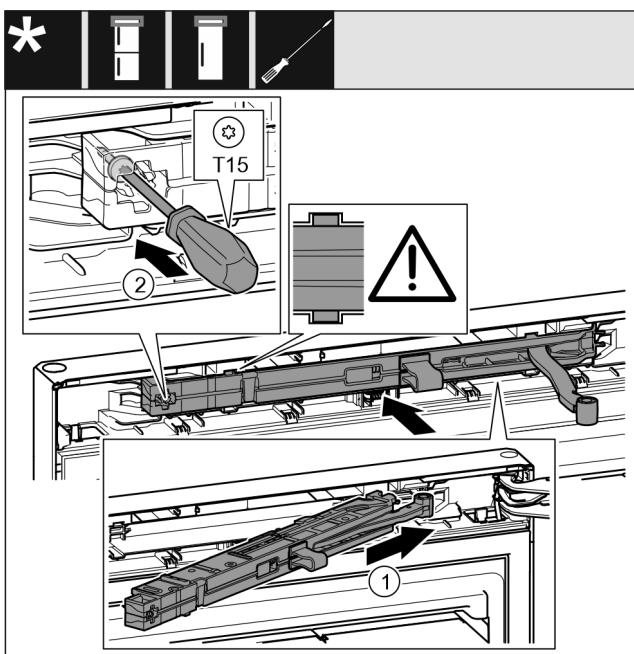

Fig. 49
- Вставьте узел амортизатора в выемку со стороны опорного кронштейна под наклоном до упора. Fig. 49 (1)
- Затяните винт отверткой T15. Fig. 49 (2)